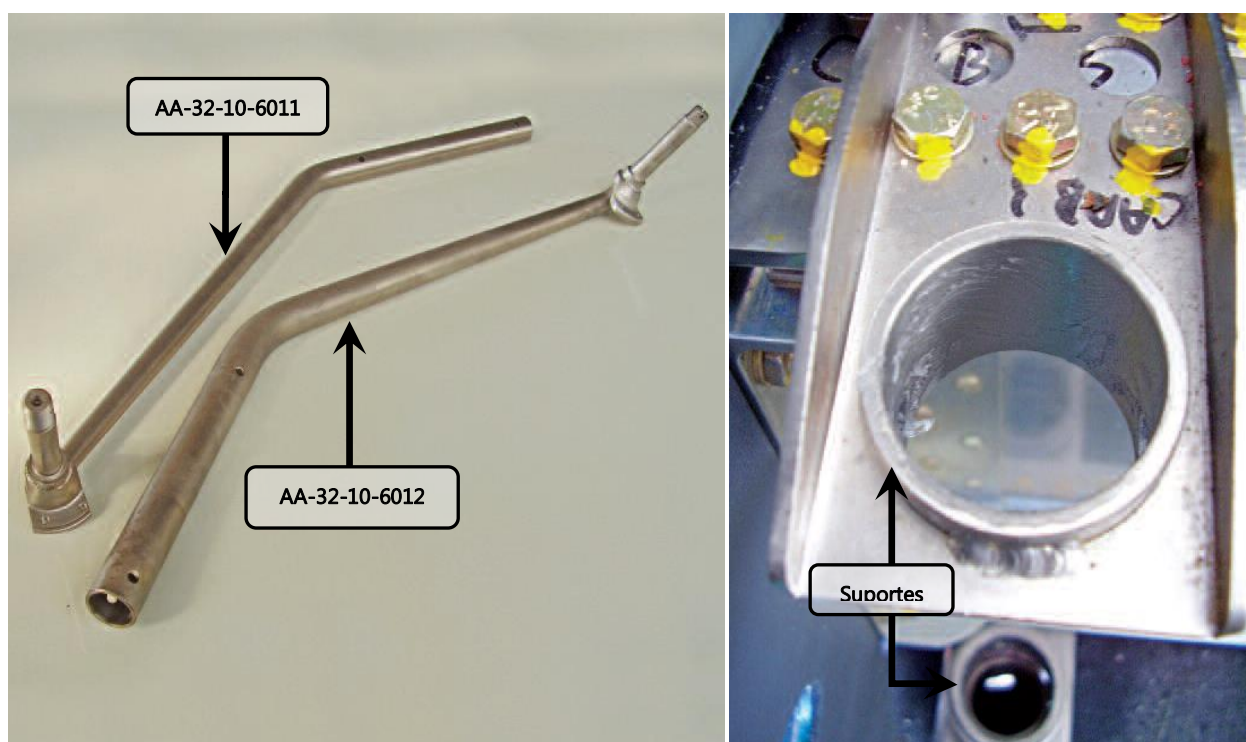

Figura 32.10.5 – Estruturas do trem de pouso principal
2. Reconhecer as diferentes estruturas, esquerda AA-32-10-6011 e direita AA-32-10-6012, conforme ilustrado na figura 32.10.5
3. Aplicar vaselina industrial na superfície interna dos suportes, inferior e superior, do trem de pouso principal, fixados na secção central, ver figura 32.10.5;